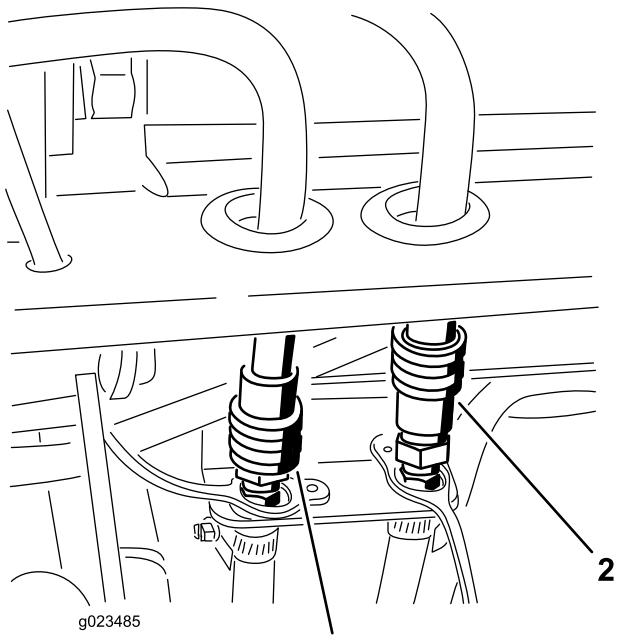

Figure 35
29. Branchez les flexibles de retour et de pression de la cabine aux raccords rapides du support de cadre arrière (Figure 35).